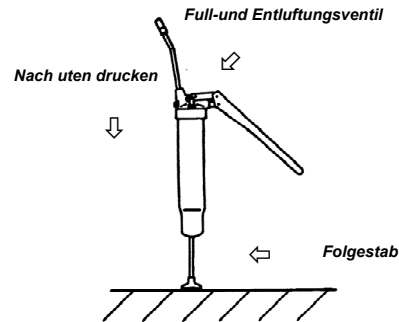

Figure 5
5) Entlüften Sie das Fett (siehe Fig 5)
- 2) Stellen sie die presse mit dem folgestab nach unten auf eine ebene fläche, drücken die presse fest nach unten, wobei sie das füll- und entlüftungsventil aufhalten (siehe fig. 5)